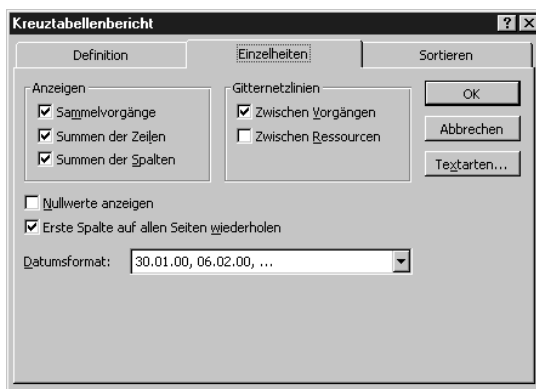

*Abbildung 17.10:
5. Wählen Sie im Dialogfeld den Reiter Einzelheiten (siehe Abbildung 17.10).